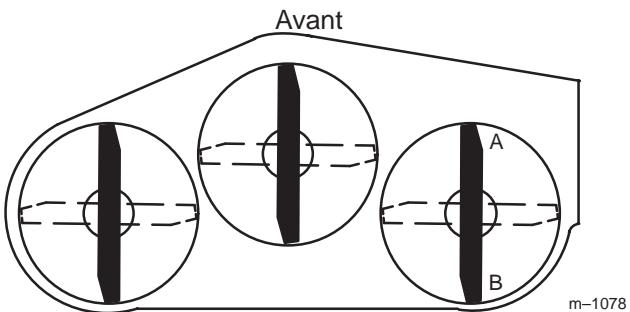
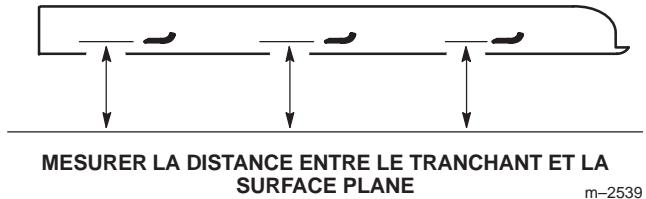

Figure 69
Figure 70
1. Tournez la lame droite en position longitudinale (Fig. 69).
2. Mesurez la distance au point **A** (Fig. 69) entre la surface plane et le tranchant de la pointe de la lame droite (Fig. 70).
4. Mesurez la distance au point **B** (Fig. 69) entre la surface plane et le tranchant de la pointe de la lame droite (Fig. 70).
6. La lame doit être plus basse de **6 à 10 mm (1/4 à 3/8 pouce)** au point **A** qu'au point **B** (Fig. 69). Si ce n'est pas le cas, passez aux étapes suivantes.